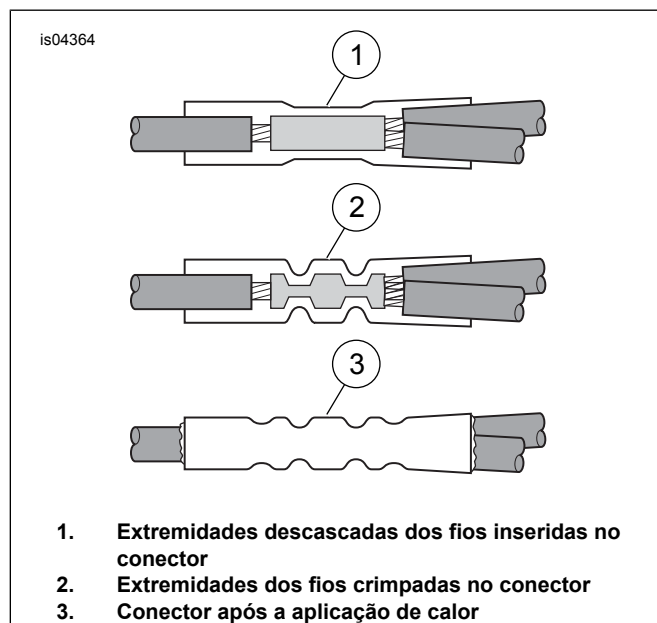

Figura 4. Instale os conectores tipo luva de emenda
4. Veja Figura 4. Insira os fios nas extremidades do conector tipo luva de emenda.